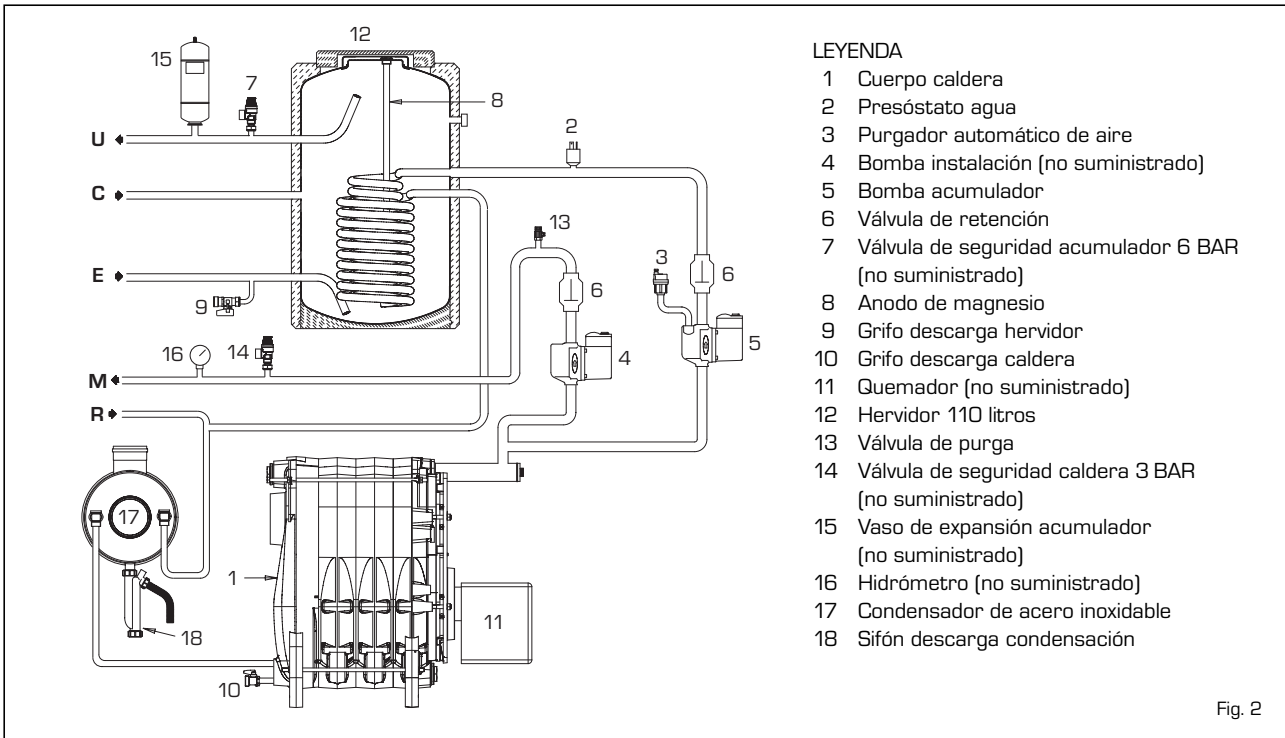

Fig. 2
2.3.1 Accesorios para instalar (fig. 2)
Para facilitar esta operación colocar la ranura del tornillo de desbloqueo de la válvula de retención, en posición horizontal (6 fig. 2).